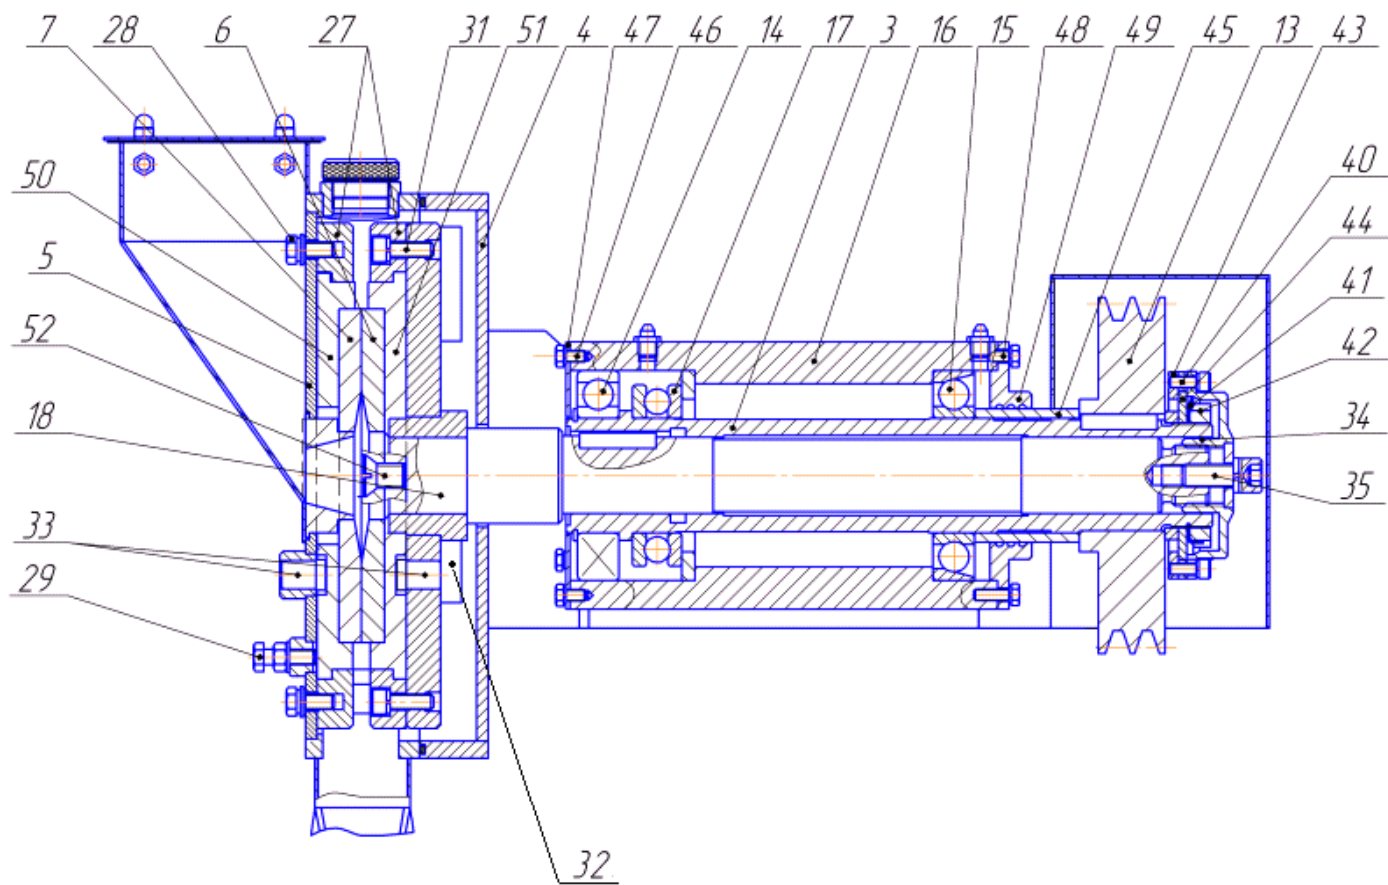

Рис.3
3.1 Замена дисков истирателя (Рис. 3):
3.2 Регулировка положения неподвижного диска (Рис. 3):
в) вывернуть стопорный болт 35 (Рис.3);
к) снять шкив 13 и втулку 45 (Рис.3);